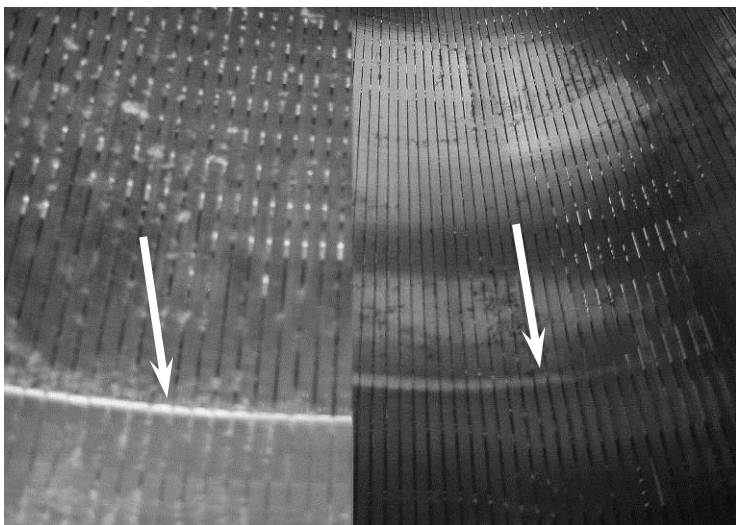

Fig. 13-8 : Usure du tamis due au gauchissement (à gauche) Usure normale du tamis (à droite)
L'usure du tamis se manifeste principalement à l'endroit où les pales hélicoïdales de la vis sans fin arrivent dans le tamis, c'est-à-dire à la jonction avec la zone de compactage du séparateur. Si cette zone présente des arêtes vives au niveau de la transition (Fig. 13-8 gauche), cela signifie que le tamis n'a pas été remonté correctement après la précédente inspection. Le manque de flottabilité a endommagé le tamis.
**Ne confiez jamais la remise en état de la vis sans fin à un autre fabricant ; en cas d'exécution incorrecte et de non-observation des tolérances requises, le tamis pourrait être détérioré, faisant expirer tout droit de garantie (voir Fig. 13-8 Usure du tamis).**